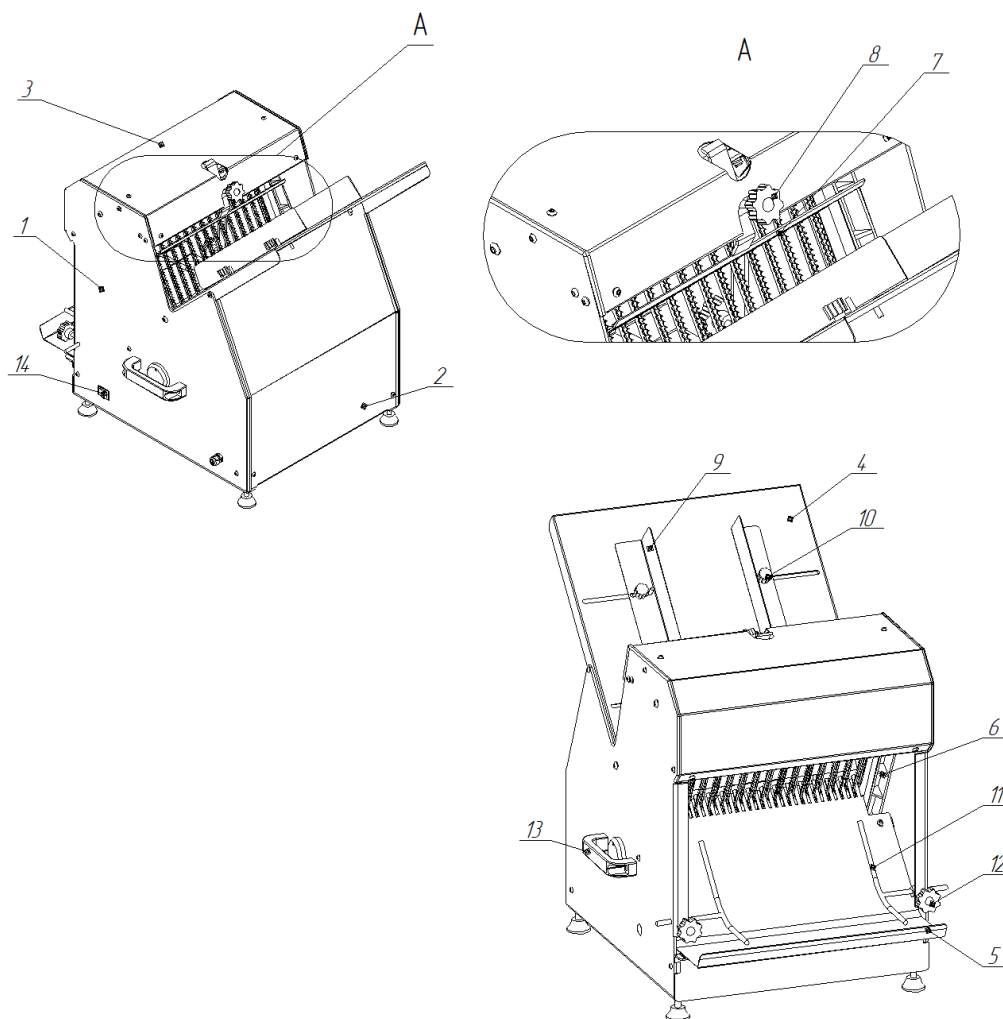

Рис.2. Устройство хлебoreзки ПищТех ЭХМ-180 (Рис.2)
5. Отрегулируйте прижимную пластину (Рис.2 поз.7) под размер нарезаемого хлеба, открутив фиксирующий винт (Рис.2 поз. 8). Выставьте высоту пластины так, чтобы хлеб свободно проходил под ней. Не выставляйте слишком большой зазор между пластиной и хлебом (не более 10 мм).
6. Выставьте перегородки (Рис.2 поз.9) по ширине хлебного батона. Для этого необходимо ослабить фиксирующие винты (Рис.2 поз.10) и сдвинуть перегородки в большую или меньшую сторону, так чтобы хлеб свободно проходил между ними.
7. Отрегулируйте приёмные ограждения (Рис.2 поз.11) аналогично перегородкам (Рис.2 поз.9).
8. Включите машину переводя переключатель (Рис.2 поз.14) в положение «1».
11. После нарезки, выключите машину и уберите нарезанный хлеб с приёмного лотка (Рис.2 поз.5).